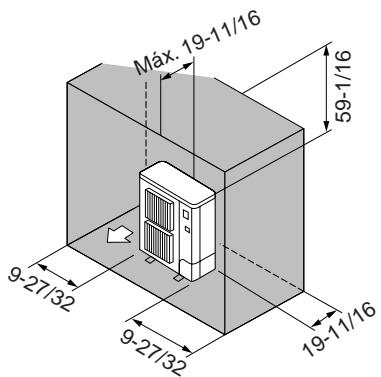

Fig. 2-7
⑥ Obstáculos sólo en la parte trasera, los laterales y superior (Fig. 2-7)